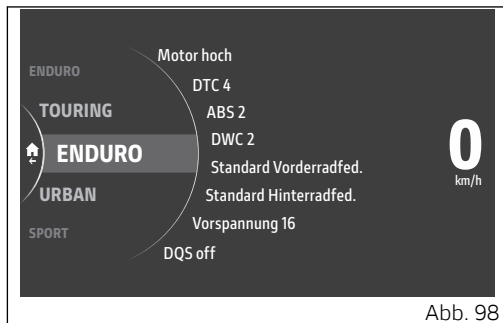

Abb. 98
- Die entsprechende Anzeigeseite (Abb. 98) wird eingeblendet, auf der, durch Betätigen des Joysticks ▲ ▼, die verfügbaren Fahrmodi durchgescrollt und deren Parameter mit den entsprechenden, eingegebenen Werten angezeigt werden können.